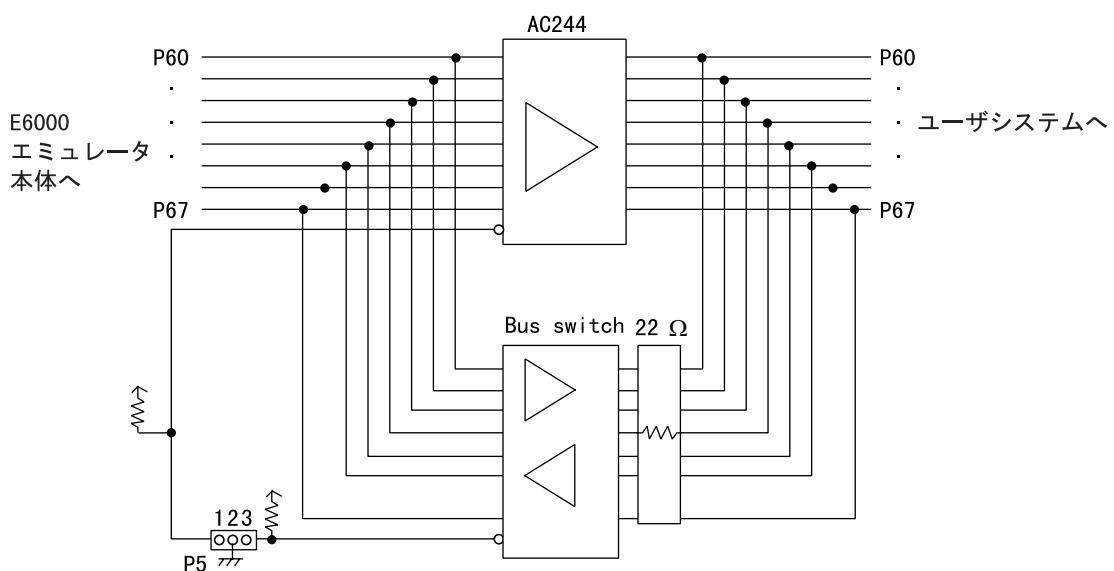

図 10 P60～P67 インタフェース回路
(4) P60～P67(CMOS 大電流ポート)はエミュレータでは通常ポート仕様になっています。本ユーザシステムインターフェースケーブルを使用した場合は、図 10 のように P5 のショートコネクタの設定により $I_{OL(max)}=10.0mA$ を供給することができます。このとき P60～P67 の全てのポートは出力になるので注意してください。